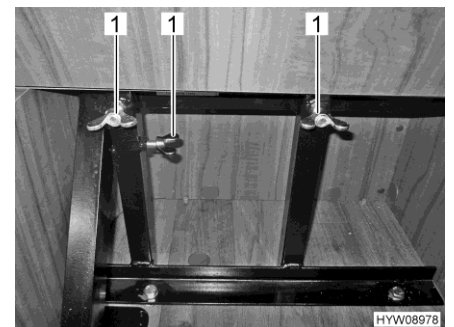

Fig. 25 Retener el asiento de enchufe con tuercas de mariposa
- Retener el asiento de enchufe con tuercas de mariposa (Fig. 25,1).